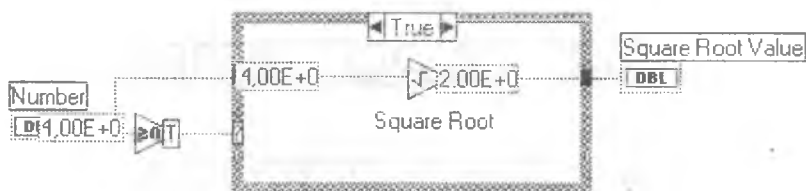

Рис. 4.7. Работа ВП в режиме анимации
3. Промежуточные результаты вычислений, полученные при работе ВП, можно отслеживать в *режиме анимации*. Этот режим включается и выключается при помощи кнопки, содержащей изображение "лампочки". В этом режиме ВП работает "сам", но в замедленном темпе. При этом текущее местоположение вычислительного процесса помечается круглой "фишкой", а промежуточные значения отображаются в текстовых "метках", связанных с функциональными узлами (см. рис. 4.7).